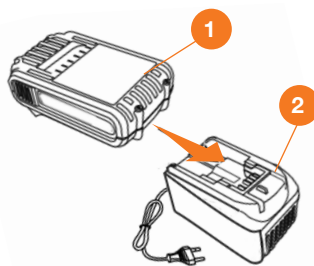

Рис. 7
2. Подключите аккумулятор **1** к зарядному устройству **2**. Индикатор на зарядном устройстве загорится красным светом, и начнется процесс зарядки (Рис. 7).